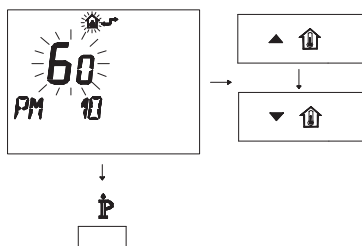

Рис. 5.48
- Измените заданное значение при помощи кнопки  или  и подождите, пока заданная цифра не начнет мигать (Рис. 5.48).